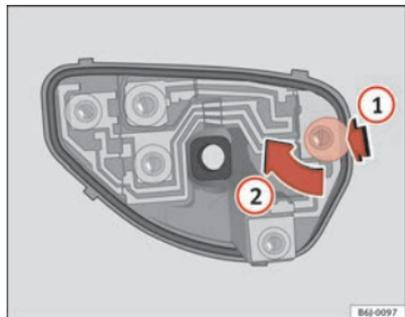

Fig. 146 Cambio lámparas luces posteriores
- Una vez retirado el portalámparas, presione en sentido de la flecha **(1)** y gire a la vez en sentido de la flecha **(2)** ⇒ página 231, fig. 146. ■